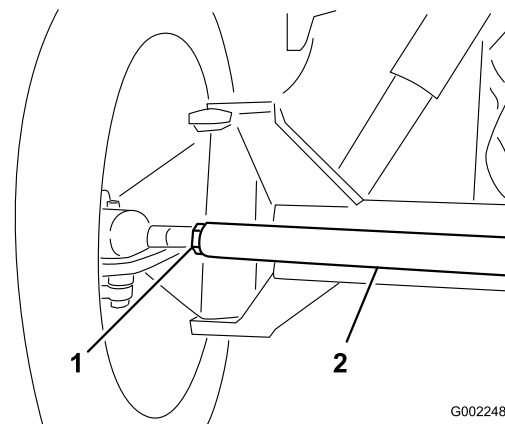

图 84
3. 如果测量值超出规定的范围、请松开横拉杆两端的锁紧螺母图 84。